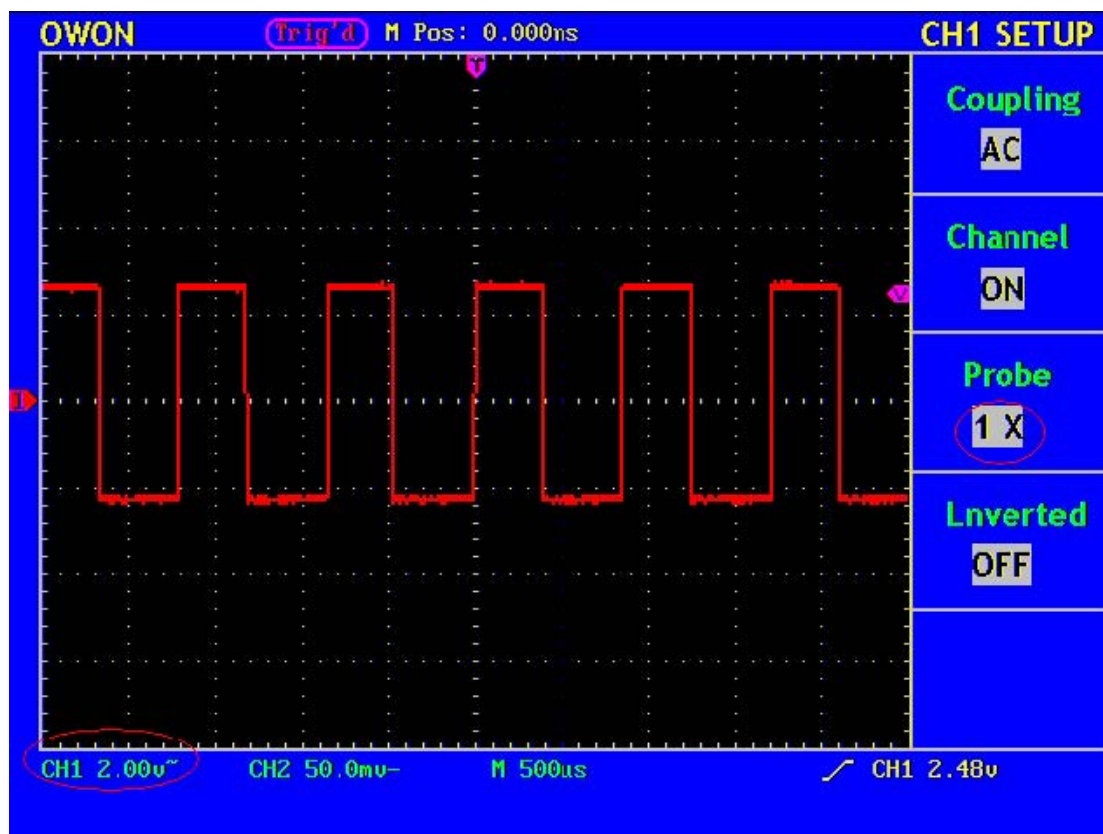

Рисунок 17. Установка коэффициента ослабления пробника
- (1) Нажмите на кнопку **CH1 MENU** для вызова меню “CH1 SETUP”.
- (2) Нажатием кнопки **F3 “Probe”** установите коэффициента ослабления пробника “1X”, как это показано на рис. 17.